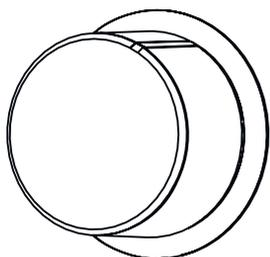

Рис. 17: Всплывающая кнопка выключена
- Нажмите, чтобы кнопка выскочила, затем отрегулируйте ее (Рис. 17).